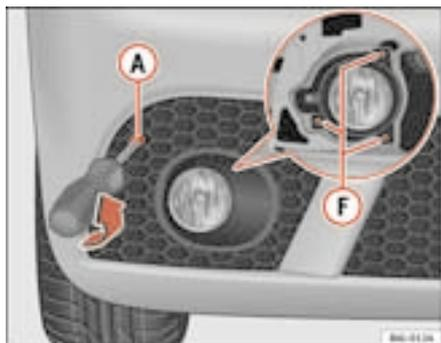

Fig. 153 Fari fendinebbia
- Smontare la griglia, estraendo il bullone **A** ⇒ fig. 153, tirarla con attenzione dal lato opposto al bullone e togliere il coperchio.
- Smontare le viti di sostegno **F** ⇒ fig. 153 e una volta liberato scollegare il connettore.